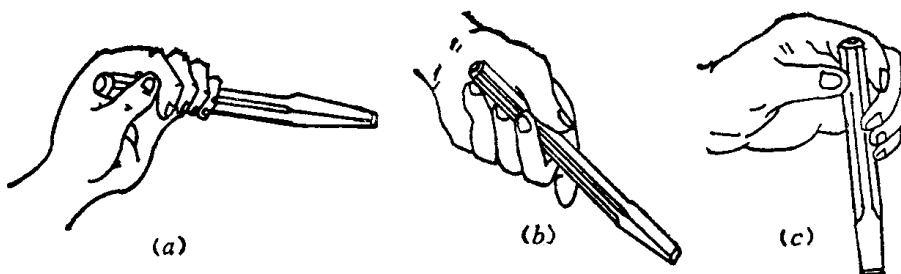

图 1-4 錾子的握法
1. 錾子的握法 錾子用左手握持，尾部伸出约 20 毫米。握持的方法有三种，见图 1-4。
正握法 如图 1-4(a) 所示。这种握法适于在平面上进行錾削，錾削时，要保持錾子的后刀面与工件之间有 $5\sim 8^\circ$ 的夹角。
反握法 手背朝向工件，手指自然捏住錾身，见图 1-4(b)。它适用于少錾削量或侧面的錾削。
立握法 保持錾子与工件相垂直的一种握法，用于垂直錾切工件，如在铁砧上錾断材料。握法如图 1-4(c) 所示。